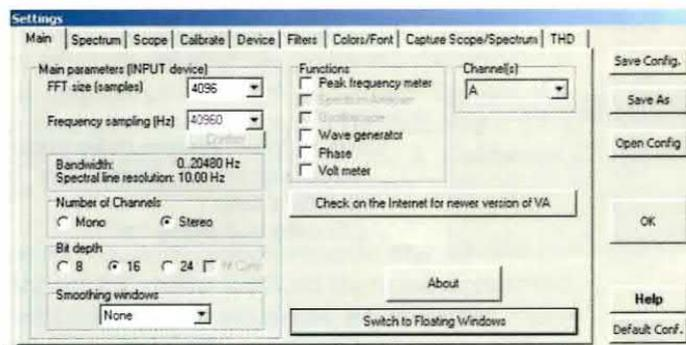

Fig.17 In questa finestra dovete impostare tutti i parametri come indicato in figura, e alla voce Channels dovete selezionare il canale A dell'oscilloscopio.
- cliccate con il tasto sinistro del mouse sul tasto **Settings** posto in alto sulla barra del **VA** e si aprirà la finestra di fig.17. Spuntate la voce **Voltmeter** e vedrete subito comparire il display del **Voltmetro** del **VA** come visibile in fig.37. Selezionate l'opzione **RMS** che vi darà direttamente la misura dei **Volt efficaci**.
Fig.37 Per misurare in modo preciso il valore efficace della tensione in uscita dall'amplificatore potrete utilizzare la funzione Voltmeter del VA, spuntando l'opzione Voltmeter presente nella finestra di fig.17. Affinché il Voltmetro indichi il valore efficace dovete inoltre spuntare l'opzione RMS, come indicato in figura. In questo caso, poiché l'attenuatore risulta sulla posizione x100 la tensione in uscita corrisponde in realtà a 15.43 Volt efficaci.